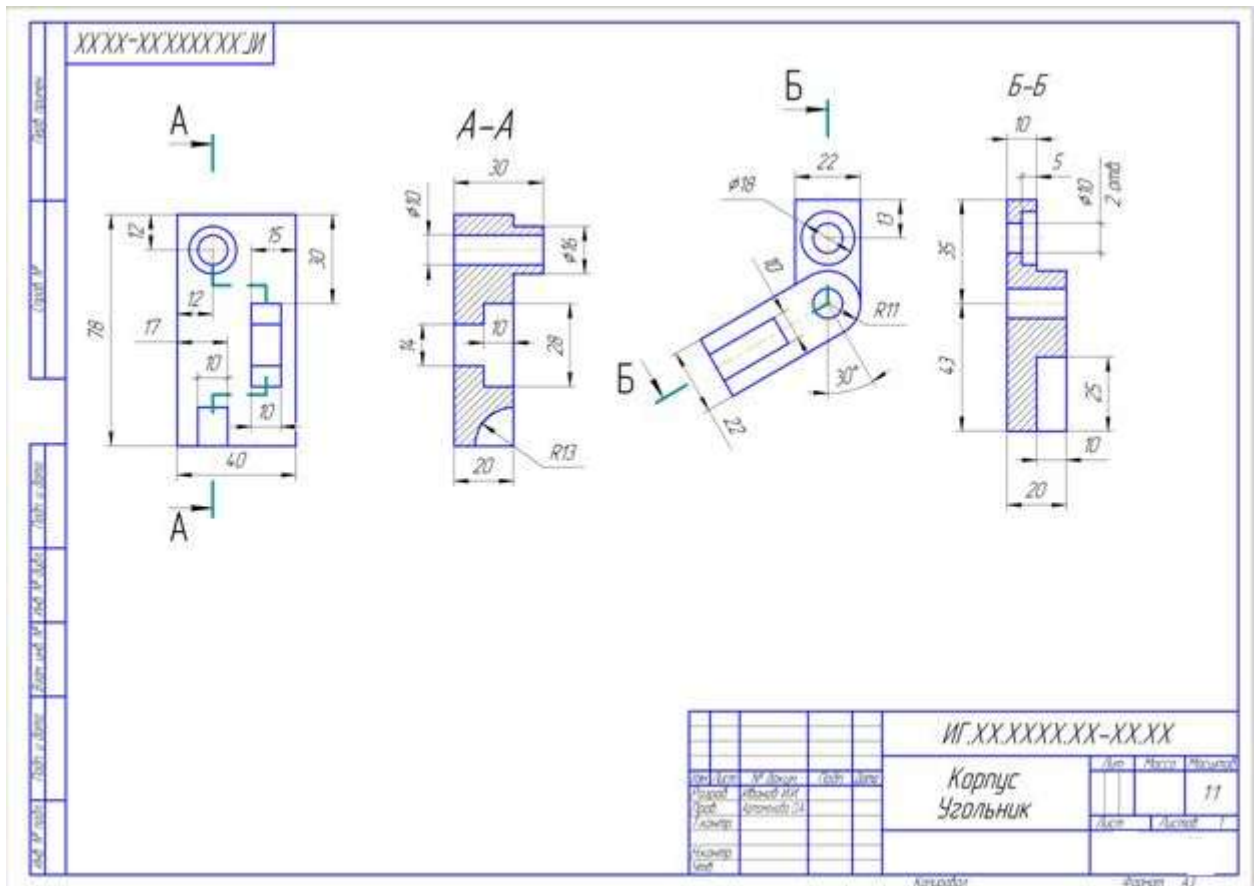

Рис.12 Пример оформления графической работы
6. Проверьте правильность выполнения разрезов, см. рис. 12.